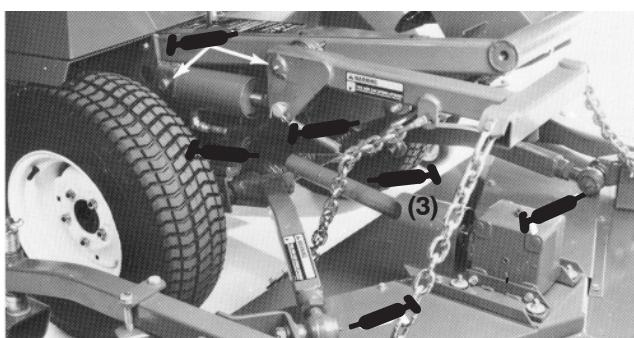

Bild 35
ZWA-Antriebswelle und Joch (3) (Bild 35)
Hubarmgelenke (Bild 35)
Rechte und linke Schubarmkugelgelenke (Bild 35)